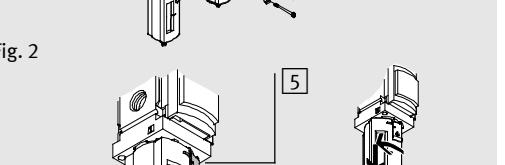

Fig. 3
4. Saque el vaso del filtro de la unidad (→ Fig. 3).